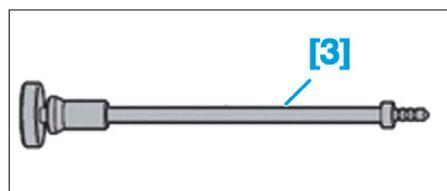

FIG. 53
- [3]. Outil de nettoyage des puits d'injecteur (réf : 0194/2-D) (Fig.53).